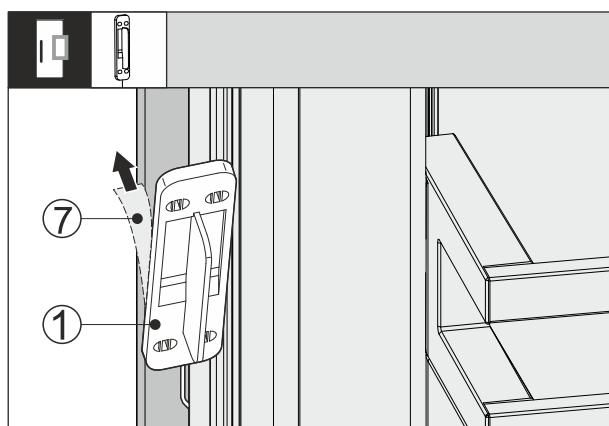

Fig. 65
- Schutzfolie Fig. 65 (7) auf der Rückseite des Klopfsensors Fig. 65 (1) abziehen.